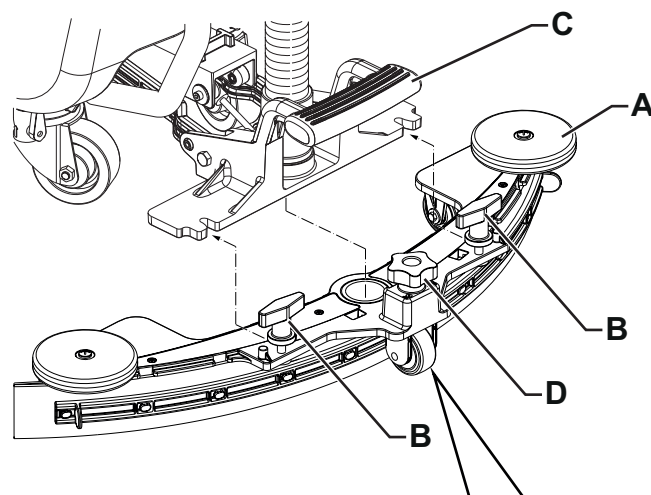

Afbeelding 3
1. Controleer of het REV-schrobdek (37) omhoog staat.
2. Schakel de machine uit met de knop (42) en verwijder de bedienerssleutel (51).
3. Afhankelijk van de uit te voeren werkzaamheden installeert u de pad (A, Afb. 3) of de borstel (C, optioneel) aan de hand van de volgende aanwijzingen:
- Plaats de pad (A) onder het schrobdek en druk deze aan totdat hij is bevestigd aan het klittenband van de schijf (B).
- Plaats de borstel (C, optioneel) onder het schrobdek en laat de centrepennen (D) in de betreffende openingen in de schijf (B) grijpen en bevestig de borstel met de drie bevestigingsschroeven (E).